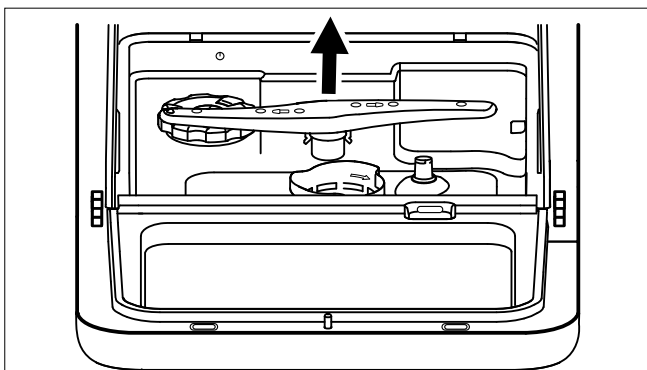

Fig. 25 – Retrait du bras gicleur
- ▶ Retirez le bras gicleur (4) de l'appareil (voir **Fig. 25**) pour le nettoyer. Soulevez légèrement le bras gicleur et retirez-le. Puis nettoyez-le sous l'eau courante et vérifiez que les ouvertures ne sont pas bouchées. Remettez ensuite le bras gicleur en place dans l'appareil.